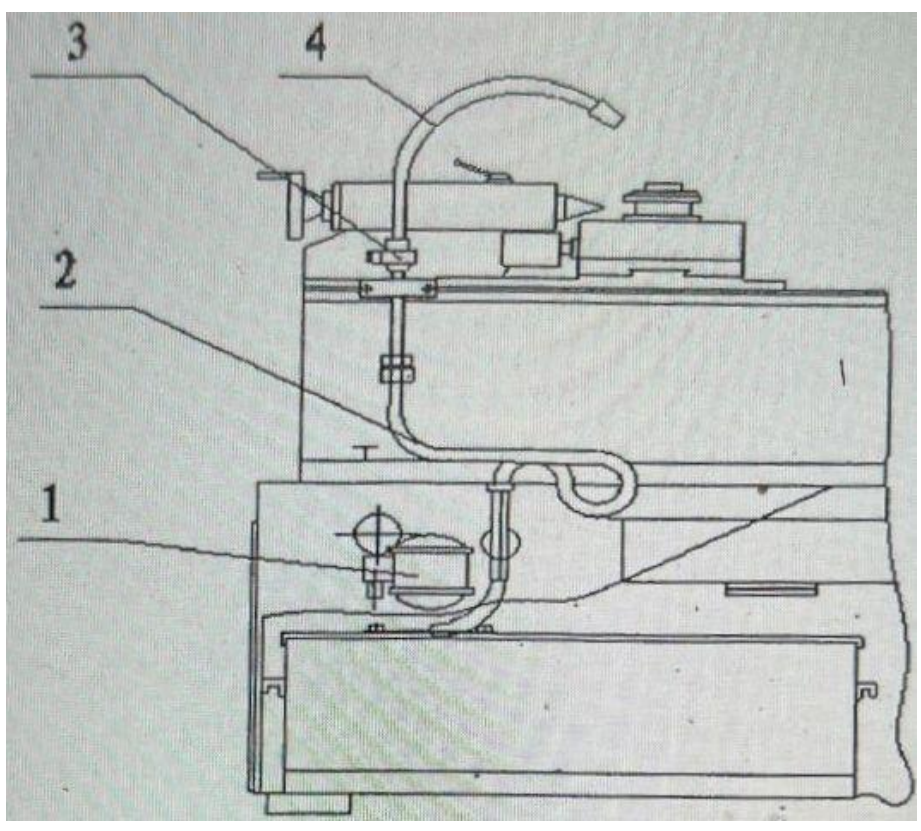

Рис.8 - Схема системы охлаждения станка и перечень охлаждающих элементов
5.4 Схема системы охлаждения машины и список охлаждающих элементов (Рисунок 8)